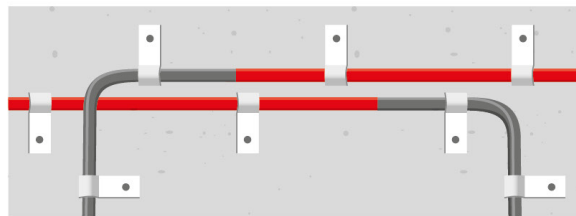

Abb. 3
- aufeinanderfolgende Verpresskreise sich überlappen lassen (Abb. 3)